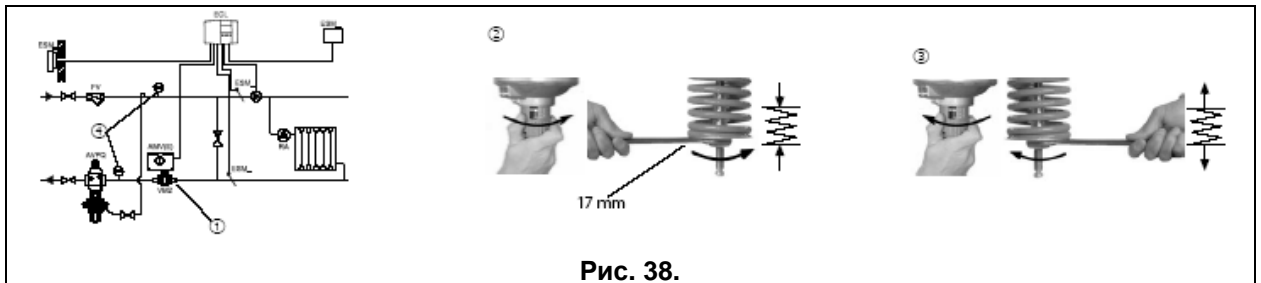

Рис. 38.
5. Установите расход через регулирующий моторный клапан (1) (Рис. 38.) на уровне примерно 50% от номинала.
Производите настройку, следя за показаниями манометров (4) (Рис. 38.).
Вращение настроечной гайки по часовой стрелке (2) (Рис. 38.) увеличивает устанавливаемое значение (сжимает пружину).
Вращение против часовой стрелки (3) (Рис. 38.) снижает устанавливаемое значение (ослабляет пружину)